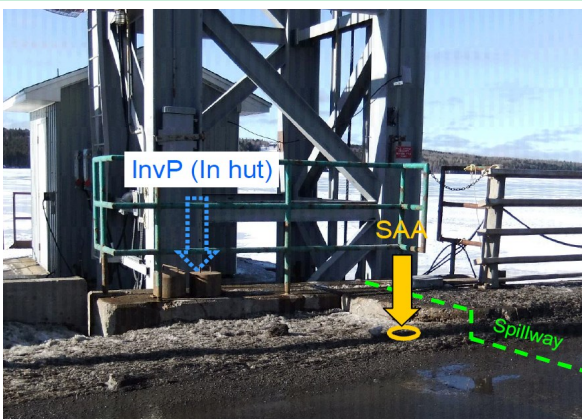

Fig.3 SAAとInvPの設置環境
- ▶ 測定箇所はダムの放流のための余水吐(よすいばき)[Fig.3].